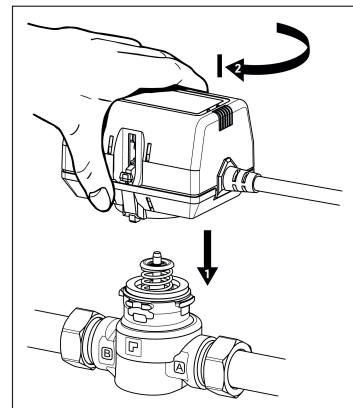

Fig. 2 Het plaatsen van de motor op de afsluiter
3. Houd het motorgedeelte onder een hoek van 45 ° (1/8 slag tegen de klok in) boven de afsluiter en druk deze in de bajonetsluiting. Draai hem vervolgens rechtsonder tot hij vastklikt in de borging. (zie fig. 2)